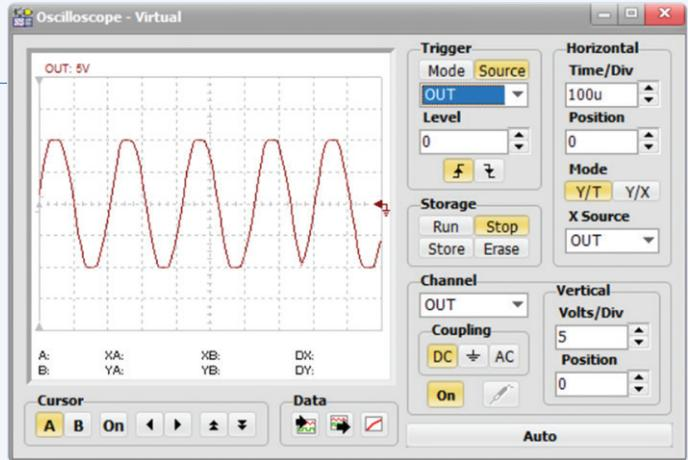

Figure 5. Forme d'onde de sortie.
- vérifiez la forme d'onde de sortie (**figure 5**). La période est de 200 μs, ce qui correspond à 5 KHz.